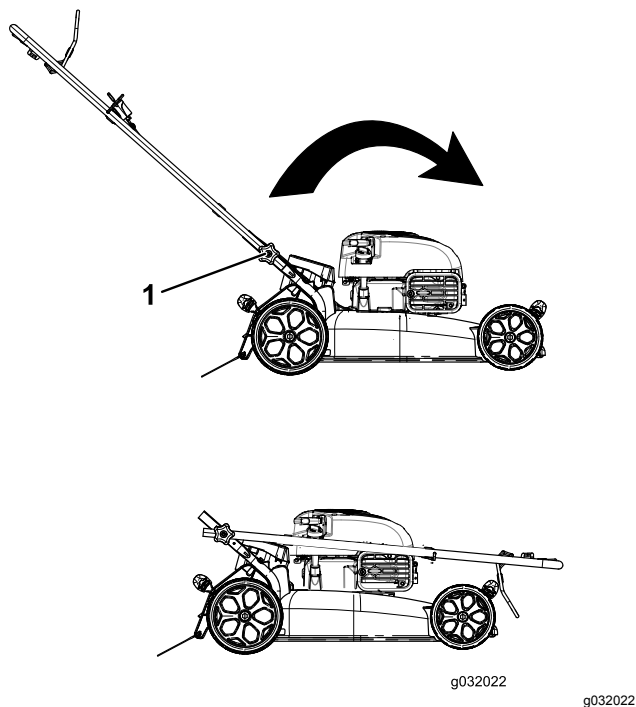

**Figure 17**
2. Desserrez les boutons du guidon jusqu'à ce que le guidon bouge librement (Figure 17).
1. Bouton du guidon (2)
3. Pliez le guidon en avant de la manière indiquée (Figure 17).